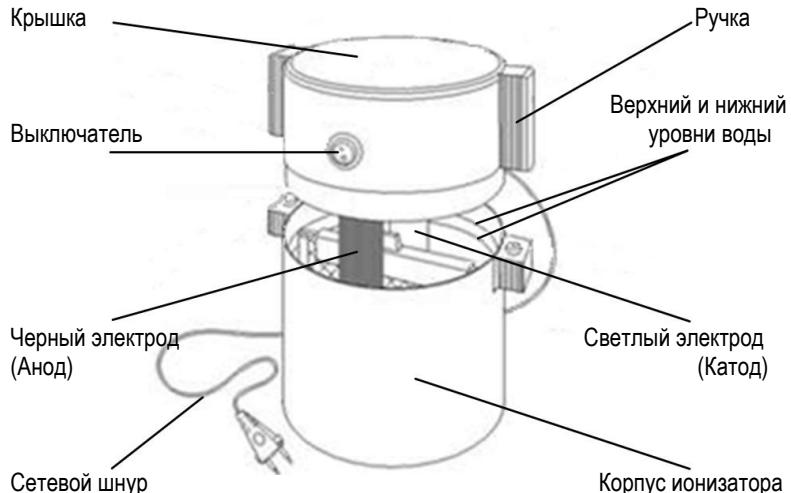

Рис.1 Общий вид ионизатора
* Состав комплекта ионизатора показан на рис. 1.